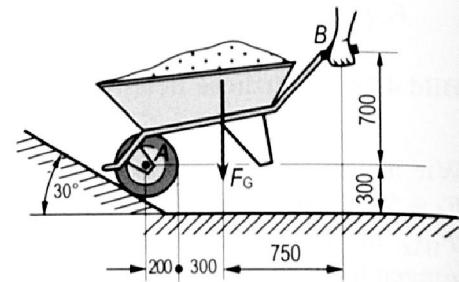

Bild 4.30: Schubkarre
2. Eine Schubkarre wird eine Böschung hinaufgeschoben (**Bild 4.30**). Welche Handkraft ist erforderlich, um sie in der gezeichneten Lage zu halten und wie groß ist dann die Belastung der Achse? $F_G = 900 \text{ N}$.